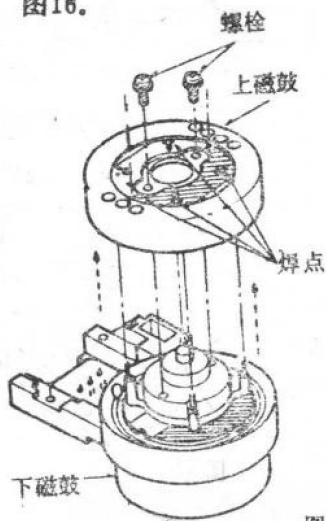

图15
1. 先旋出如图15所示的 2 个螺栓, 然后熔开 8 个如箭头所示的焊点。向上取出上磁鼓。